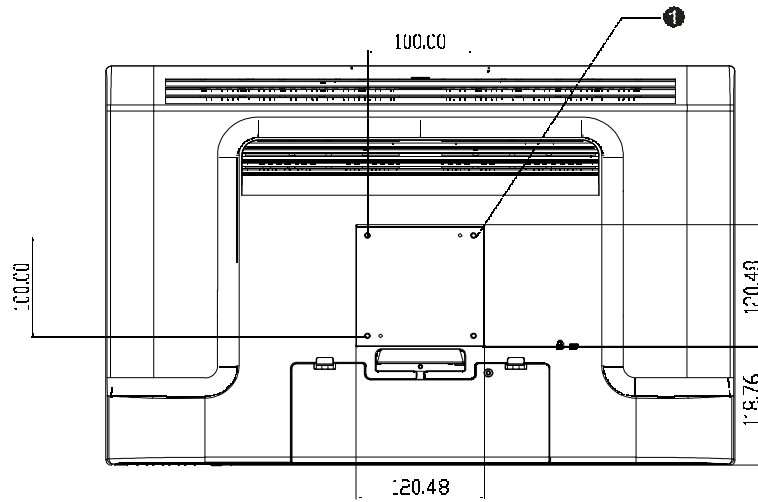

图 2-1: VESA 安装接口位置, 底座已卸下
1. 如果显示器已连接到底座上，请卸下将底座连接到显示器的 4 颗螺钉（请参阅图 2-1，项目 ①）。将底座与显示器分离。